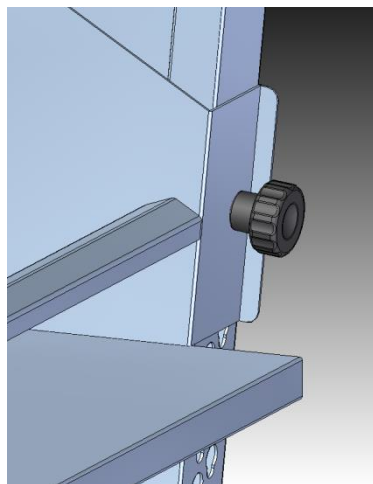

Fig.2
- 1) Allentare i pomelli della vaschetta (fig.2), estrarre i perni dalle asole di posizionamento.
- 3) Inserire i perni nelle asole e stringere i pomelli (fig.2) per fermare saldamente la vaschetta.
- 1) Desserrer les boutons de la poitrine (Fig. 2), retirer les broches du positionnement des fentes.
- 3) Introduire les tiges dans les fentes et serrez les boutons (fig. 2) pour arrêter le plateau fermement.
- 1) Loosen the knobs of the chest (Fig. 2), remove the pins from the slots positioning.
- 3) Insert the pins into the slots and tighten the knobs (fig. 2) to stop the tray firmly.